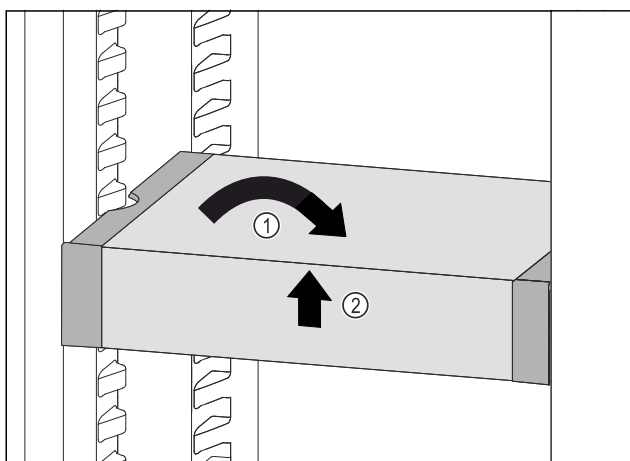

Fig. 108
- VarioSafe postavte rovno. Fig. 108 (1)
- VarioSafe nadvihnite vpredu. Fig. 108 (2)